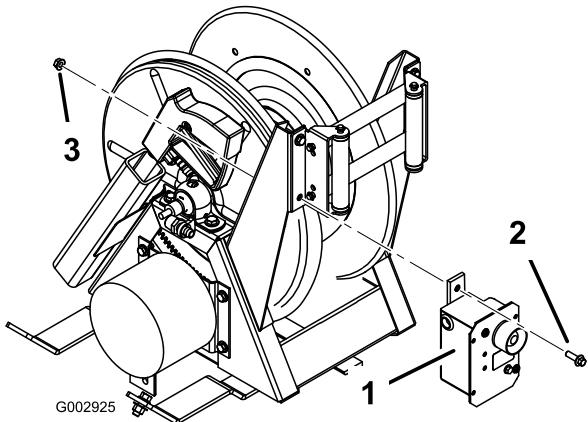

Figura 6
6. Togliete e gettate il bullone e il dado dal supporto interno inferiore del rullo sull'avvolgitubo, e montate il quadro elettrico nel foro (Figura 6) utilizzando un bullone a testa flangiata (5/16 x 1 pollice) e un dado flangiato (5/16 pollice).